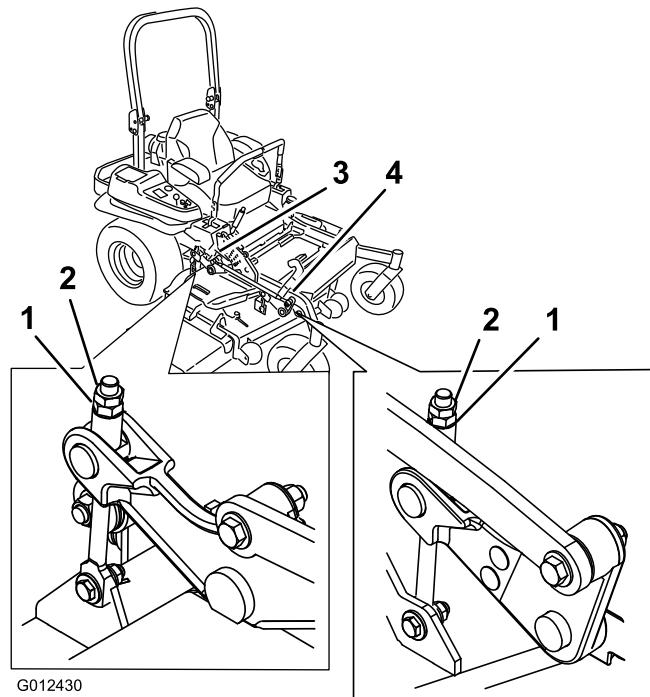

**Figura 86**
9. En ambos lados de la carcasa, mida desde la superficie nivelada hasta la punta delantera de la cuchilla (Posición A). La medida debe ser de 7,6 cm (Figura 86).
15. En ambos lados de la carcasa, mida desde la superficie nivelada hasta la punta trasera de la cuchilla (Posición B). La medida debe ser de 8,3 mm (Figura 86).